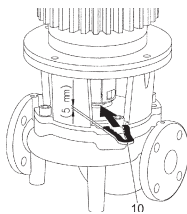

Fig. 16: Montaj çatalının yerleştirilmesi
10. Montaj çatalını (Fig. 16, Poz. 10), braket ile kaplin arasına itin. Montaj çatalı boşluksuz bir şekilde yerleşmelidir.
13. Montaj çatalı (Fig. 16, Poz. 10), braket ile kaplin arasına itilmelidir. Montaj çatalı boşluksuz bir şekilde yerleşmelidir.